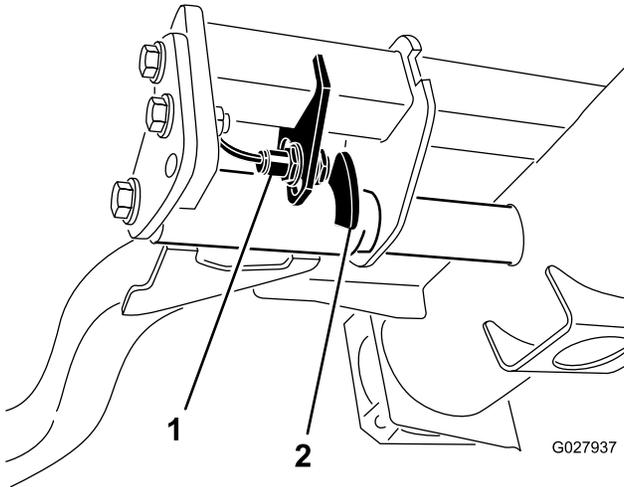

图36
2. 拧松提升臂开关安装螺丝（图36）并向下移动开关，可增大提升臂的转向高度；向上移动开关，可减小提升臂的转向高度。旋紧安装螺钉。
**注意：** 提升臂位于右前方提升臂（图36）后面的液压油箱下。